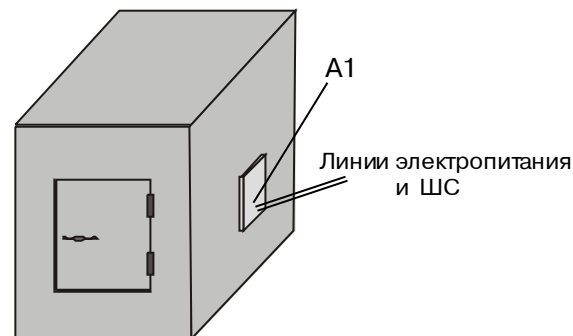

Рис. 24 - Пример установки извещателя на металлическом сейфе
5) место установки извещателя для охраны металлического сейфа или шкафа (рисунок 24) следует выбирать с учетом ограничения несанкционированного доступа к извещателю;